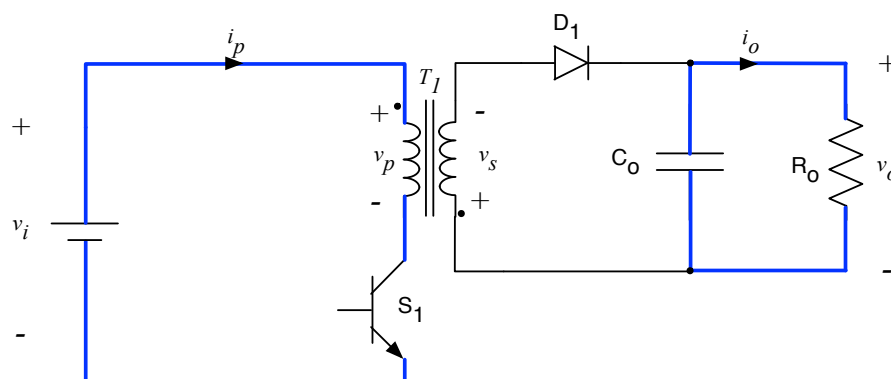

Figura 23 – Primeira etapa de operação do conversor Flyback.
- Primeira etapa (0 até $D \cdot T_s$) - o interruptor S_1 é comandado a conduzir, ou seja, está fechado; o diodo D_1 está bloqueado. A tensão no primário do transformador (v_p) é igual a entrada (v_i). A fonte fornece energia que será armazenada na indutância magnetizante do transformador. A corrente no primário do transformador cresce linearmente. A carga é alimentada pelo capacitor de saída C_o . Esta etapa é mostrada na Figura 23;